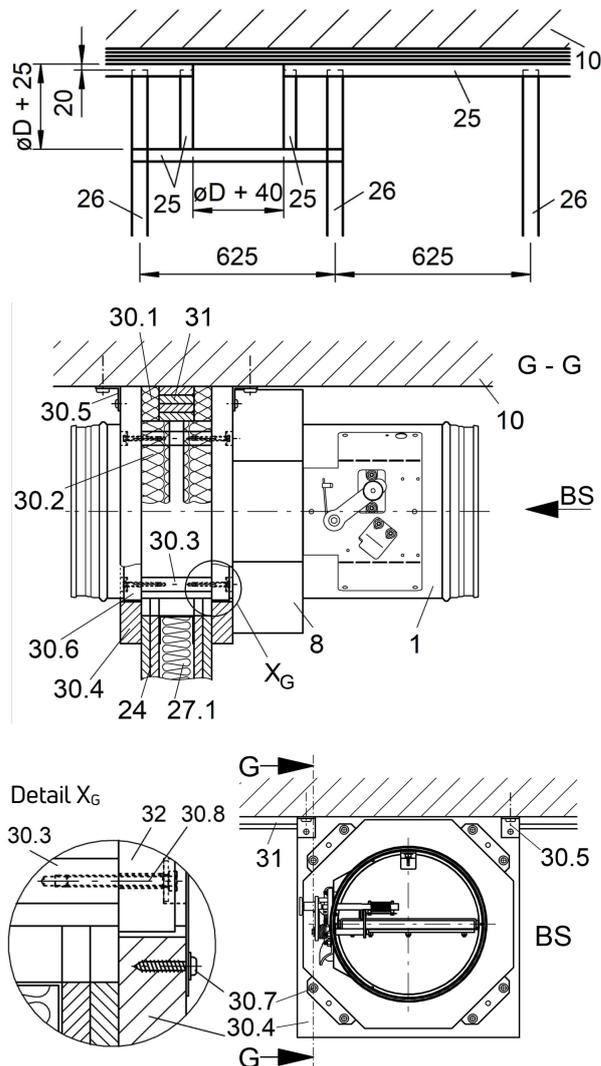

Abbildung 44: Einbausatz GDL für Einbau in leichte Trennwände mit Metallständerwerk und beidseitiger Beplankung mit gleitendem Deckenanschluss
- Unterhalb der massiven Decke (Pos. 10) Deckenanschlussstreifen (Pos. 31) für gleitenden Deckenanschluss montieren. Metallständerwerk und Wand gemäß den Angaben des Wandherstellers herstellen und Auswechslungen entsprechend der Abbildung 44 vorsehen. Im Bereich des gleitenden Deckenanschlusses sind die Wechsel und CW-Profile (Pos. 26) lose montiert. Das Deckenprofil (UW-Profil) (Pos. 25) ist im Bereich der BRS (Pos. 1) auszusparen (Breite $b = \varnothing D + 40$ mm).